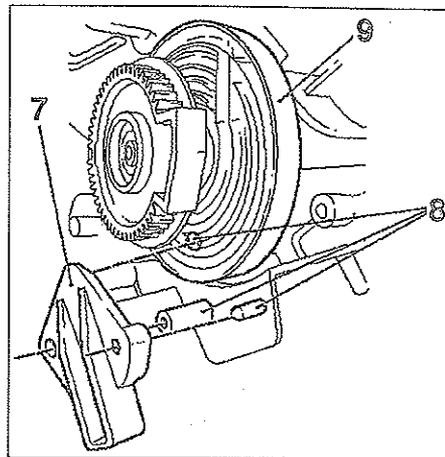

FIG. 16
- usar el útil de centrado (7) suministrado para montar el motor de reparto de aire (fig. 16).
- montar el útil (7) en los espárragos de centrado (8) (girar el anillo (9) para encontrarse enfrente del útil).